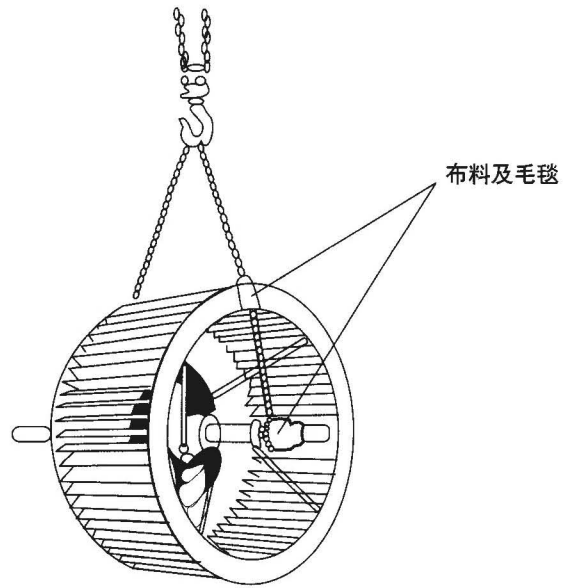

图15
(3) 与机壳分别装运的扇轮，当吊挂时必须特别注意，不论使用麻绳或钢索，接触部份均需垫以布料，尤其要避免损害扇轮的平衡(图15)。
(4) 吊挂时必须注意，勿使绳索损伤到皮带轮，加油孔盖或油脂匣等附属物。
(5) 送风机装车时，必须底座在下。切勿倒置或横放，更须避免硬拖强撬。移动位置时可在机座下插入圆滚木轻轻推曳。